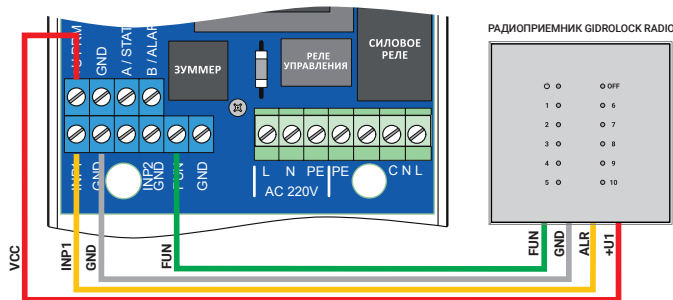

Рис. 8. Схема подключения радиоприемника GIDROLOCK RADIO
5.8 В случае размещения блока управления в месте, где отсутствует или сильно затруднено прохождение радиосигнала, к блоку управления возможно подключить выносной **радиоприемник GIDROLOCK RADIO**. Схема подключения приведена на рис. 8. К одному **радиоприемнику GIDROLOCK RADIO** можно подключить до 10 беспроводных **радиодатчиков WSR**, и до 10 радиопультов GIDROLOCK «ЗАКРЫТЬ/ОТКРЫТЬ».